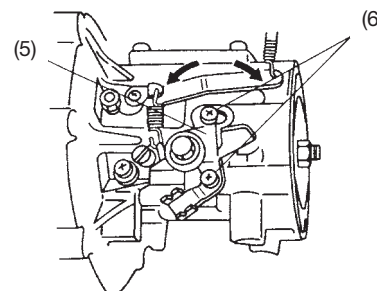

Fig. 12C
- 2) Om de regulator in te stellen, moet u eerst de schroeven (6) losdraaien die de bedieningshendel (5) die aan de carter gemonteerd is, vasthouden; beweeg de gemonteerde bedieningshendel dan naar rechts of naar links om het maximum toerental van 6500 tpm te verkrijgen (door het geheel van de bedieningshendel naar links te bewegen verkrijgt u een hoger toerental, door het naar rechts te bewegen wordt het toerental lager) (Fig. 12C)